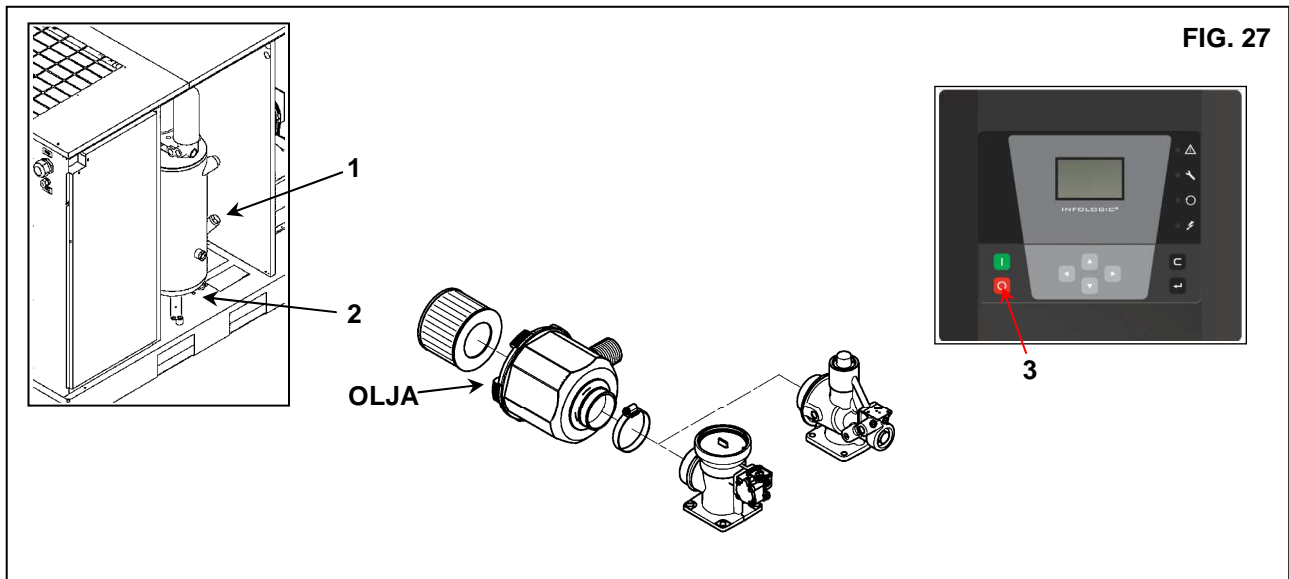

FIG. 27
Efter avtappning av den gamla oljan från maskinen Ref. 2 fig. 27.
- Fyll på oljebehållaren helt Ref. 1 fig. 27.
- Slå av maskinen efter cirka 1 minut genom att trycka på "STOPP" (Ref. 3 fig. 27). Efter 45 sekunders tomgång stängs maskinen av.